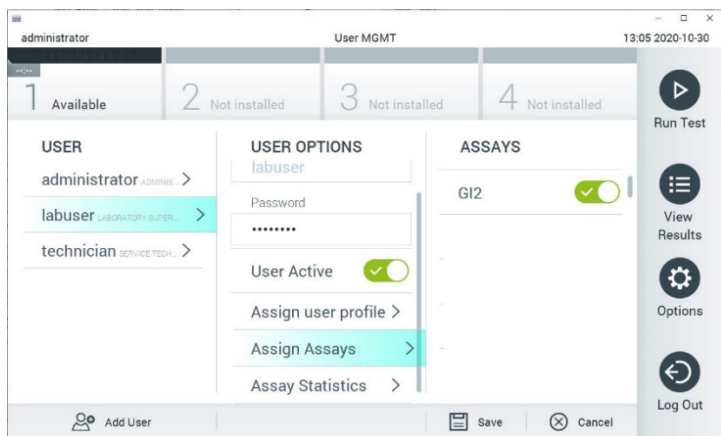

Figura 58. Atribuindo o ensaio ativo.
8. Atribua o ensaio ativo ao usuário pressionando o botão **Options** (Opções) e, em seguida, o botão **User Management** (Gerenciamento de usuários). Selecione o usuário que deve ter permissão para executar o ensaio. Se necessário, essa ação pode ser repetida para cada usuário criado no sistema. Em seguida, selecione **Assign Assays** (Atribuir ensaios) em "User Options" (Opções do usuário). Ative o ensaio e pressione o botão **Save** (Salvar) (Figura 58).